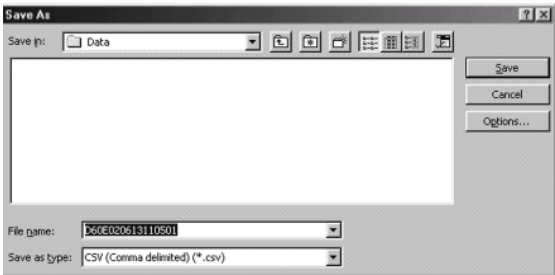

Рис. 38
2. Выбрать диск и папку, куда будут сохранены данные и определить название файла. (Рис. 38)
Чтобы отменить запись, щелкните **Отмена(Cancel)**. (Рис. 38)